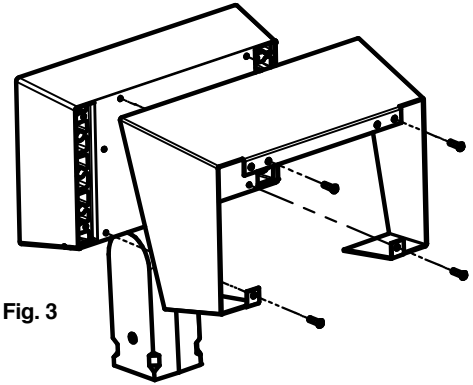

Fig. 3
Montage de la visière (voir fig. 3)
- Percez quatre trous à l'aide d'un foret #24 (0,152 "de diamètre), d'une profondeur de 1/2", aux emplacements indiqués (Fig. 3). Un petit évidement est prévu sur le boîtier pour chaque trou percé. Aucun perçage des trous ne sera nécessaire après le forage.